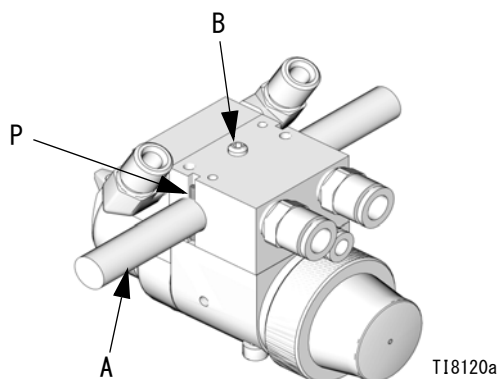

図 3: 往復アームの取り付け
1. 図 3 に示されているように、マニホールドの穴から取り付けバー (A) を差し込みます。
3. 18 mm (1/8 インチ) アライメントピン (P) を使い、ガンの方向を合わせるのに役立てます。